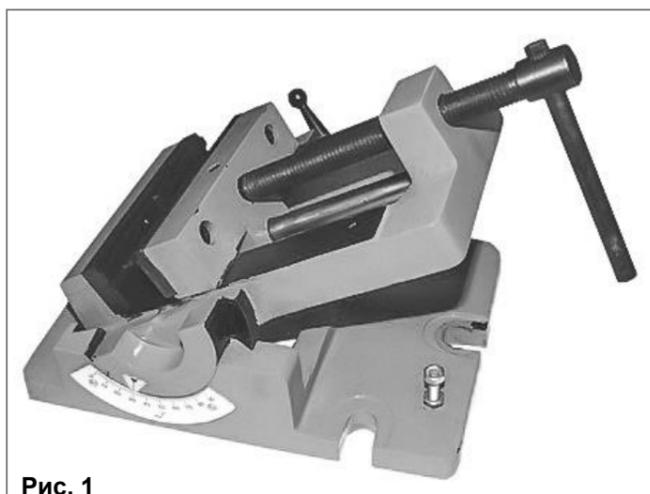

Рис. 1
3. КОМПЛЕКТНОСТЬ (Рис. 1)
В комплект поставки входит (Рис.1):